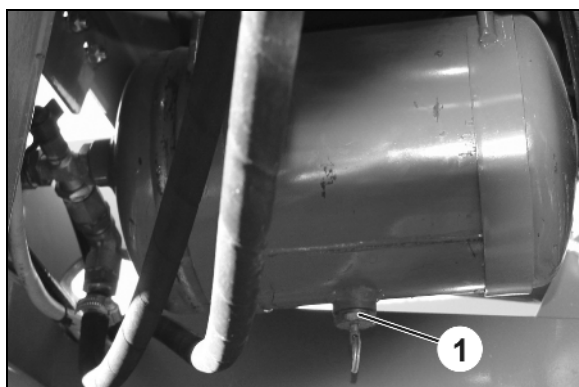

Рис. 119
1. Возьмите за кольцо и тяните водоотводный клапан (Рис. 119/1) вбок до тех пор, пока из ресивера не перестанет течь вода.